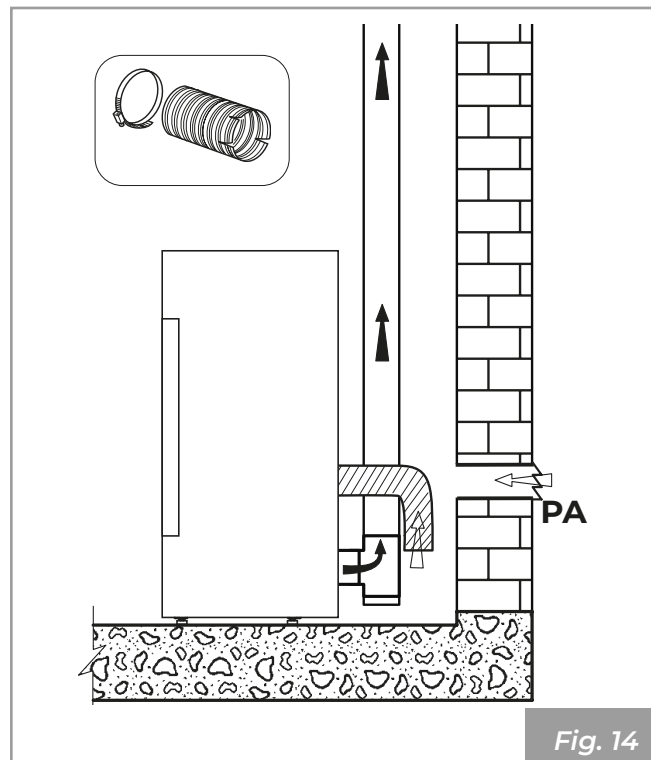

Fig. 14
- il peut provenir du lieu d'installation ou de pièces voisines (**Fig. 14**)
Réaliser la prise d'air sur la paroi (Fig. 14 - PA = Prise d'Air) et laisser l'appareil libre d'aspirer l'air dans la pièce, en prenant soin de raccorder la partie ondulée du tuyau (si fournie) sur le tuyau d'arrivée d'air, en la fixant avec le collier de serrage et en la pliant légèrement vers le bas afin de prévenir d'éventuels effets de résonance.